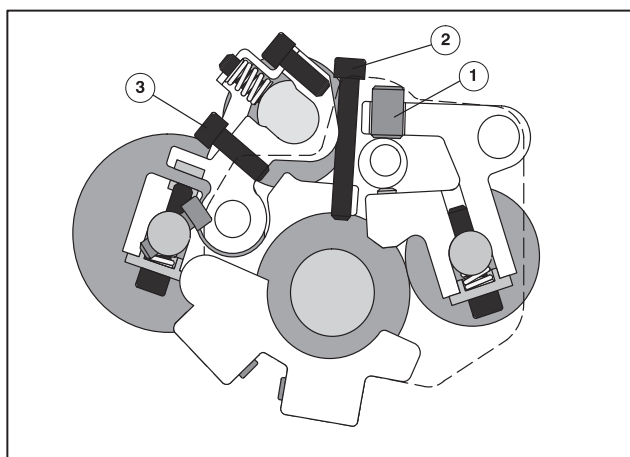

Рис. 36 Регулировка дозирующего валика относительно погружного валика
- 3 С помощью резьбовых штифтов (Рис. 36/①) на стороне привода и стороне обслуживания установите равномерную ширину полос краски.
- 2 С помощью красных регулировочных винтов (Рис. 36/②) на стороне привода и стороне обслуживания установите равномерную ширину полос краски.
- 2 С помощью синих регулировочных винтов (Рис. 36/3) на стороне привода и стороне обслуживания установите равномерную ширину полос краски.